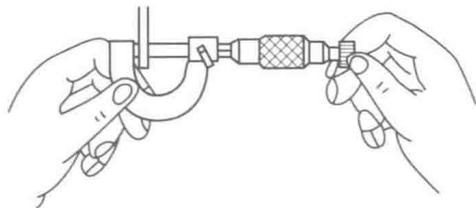

图 1-11 千分尺的使用
(1) 千分尺应保持清洁。使用前应先校准尺寸，检查活动套筒上零线是否与固定套筒上基准线对齐。如果没有对齐，必须进行调整。
(2) 测量时，最好双手操作千分尺，如图 1-11 所示，用左手握住弓架，用右手旋转活动套筒，当螺杆即将接触工件时，改为旋转棘轮盘，直到棘轮发出“咔咔”声为止。